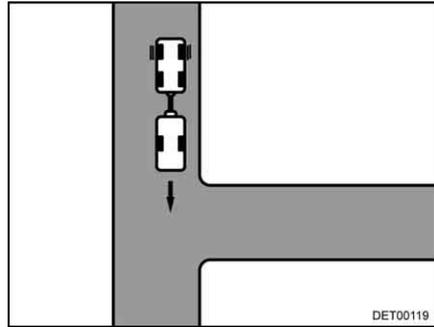

Fig. 14 Recorrido
- Acercarse a la entrada hasta que la parte trasera de la caravana esté a su altura (Fig. 14).